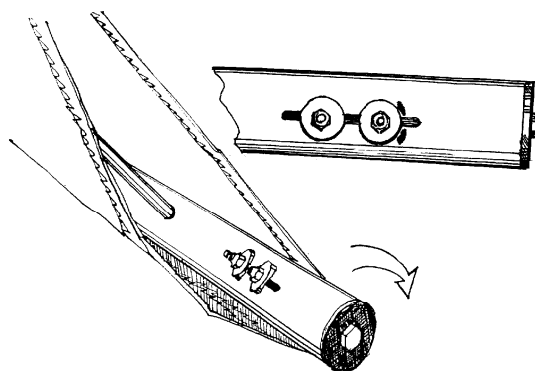

Рис.6
2.1.6. С помощью болта натяжителя при помощи гаечного ключа натяните обшивку вдоль боковой трубы. Натягивать обшивку следует до меток, которые указывают местоположение пластмассовых радиусных шайб. Натяжку обшивки желательно делать одновременно на обеих консолях, стараясь сохранить симметричность нагрузки по передним кромкам. (Рис.6).